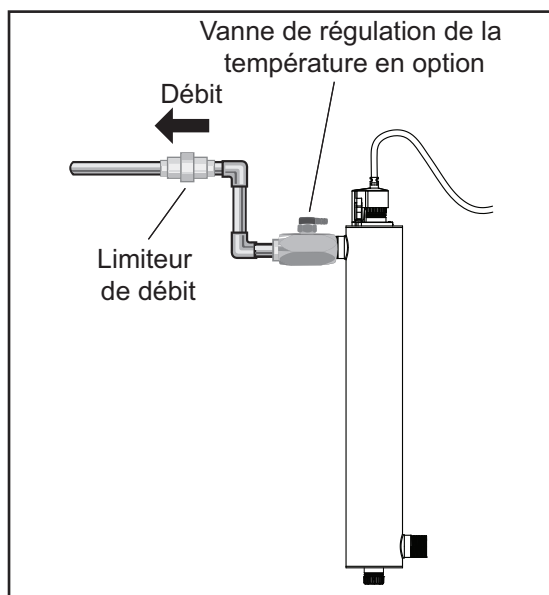

Figure 5 Limiteur de débit
3. Montez le système au mur à l'aide des pinces fournies. Différentes méthodes de branchement peuvent être utilisées pour brancher la source d'eau au système, cependant les connecteurs de type union sont recommandés. L'utilisation d'un dispositif de limiteur de débit permettra de maintenir le débit nominal du fabricant. Le limiteur de débit doit être installé sur l'orifice de sortie, il est conçu pour être installé dans une seule direction. Assurez-vous que l'écoulement de l'eau correspond à la direction de l'écoulement comme indiqué sur le limiteur de débit. Consultez la Figure 5.